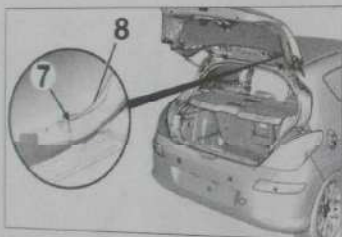

Fig. 171
- Débrancher le connecteur en (7) (Fig. 171).
- Dégager le faisceau électrique (8).